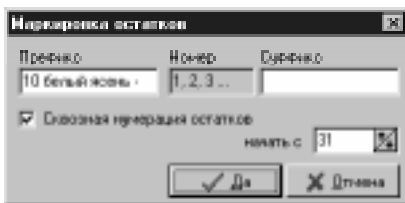

Рис. 7.8. Маркировка остатков.
- **Промаркировать отходы** – кнопка **Маркировать**. Маркировка отходов заключается в автоматической простановке шифров в записях, в которых поле **Шифр** пустое. Такой шифр представляет собой уникальный буквенно-цифровой номер, который состоит из постоянных частей - префикса и суффикса, и расположенным между ними числом (рис. 7.8).